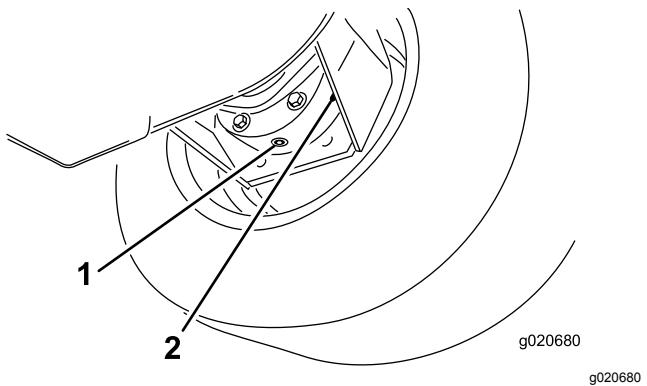

Figura 93
- Coloque o recipiente de escoamento por baixo da estrutura do travão, retire o tampão e deixe o óleo escorrer para o recipiente (Figura 93).